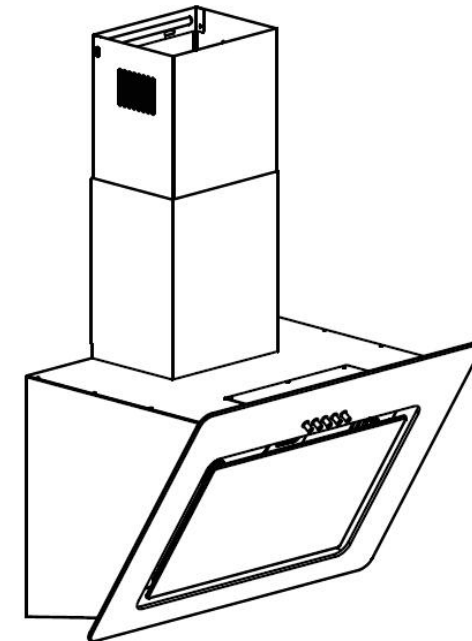

Rys. 12
- Wyjąć filtr przeciwtłuszczowy, jak pokazano na Rys. 12.